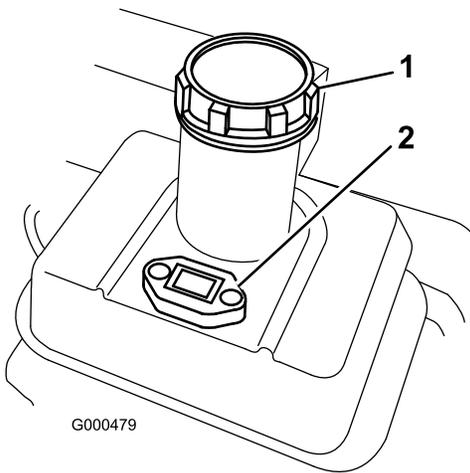

Bild 21
1. Reinigen Sie die Bereiche um den Tankdeckel herum und nehmen Sie den Deckel ab (Bild 21). Füllen Sie den Tank mit bleifreiem Benzin nur bis zur unteren Kante des Filtergitters auf. Füllen Sie nicht zu viel ein.